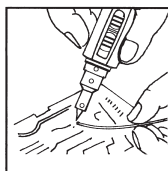

Fig. 7
3. Still inn flammen på blåselampen ved å vri spaken for innstilling av flamme fra venstre (-) til høyre (+), avhengig av den temperaturen du trenger for å gjøre jobben. Se fig. 7.